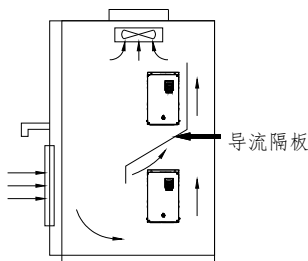

图 3-2 多台变频器的安装示意图
(3) 多台变频器采用上下安装时，中间应用导流隔板，如图3-2所示。